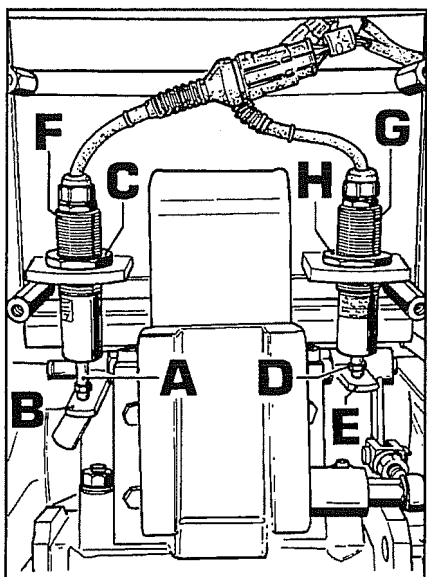

Fig. 50
1. Registrazione sensore posizione controllata **F** (fig.50):
2. Registrazione sensore sforzo controllato **G** (fig.50):
- e. Per il controllo della registrazione del sensore **F** fig.50 comando posizione è necessario accendere la macchina, abbassare il sollevatore lasciando la levetta di comando alza/abbassa nella posizione abbassa.